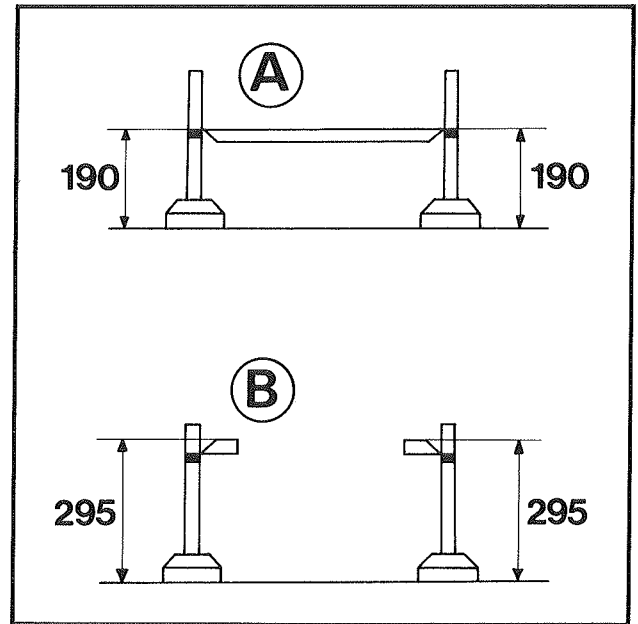

Fig. 3
- En agissant progressivement et successivement sur chacune des 4 vis de réglage, amener les index aux cotes indiquées sur la figure 3.